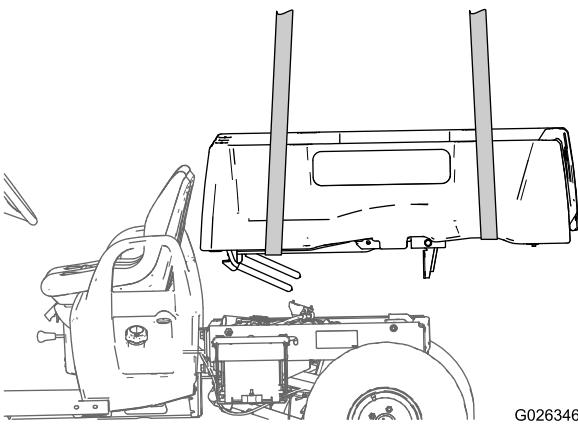

Figura 5
10. Sollevate il pianale verso l'alto ed estraetelo dalla macchina (Figura 5).
12. Sollevate il pianale verso l'alto ed estraetelo dalla macchina (Figura 5).